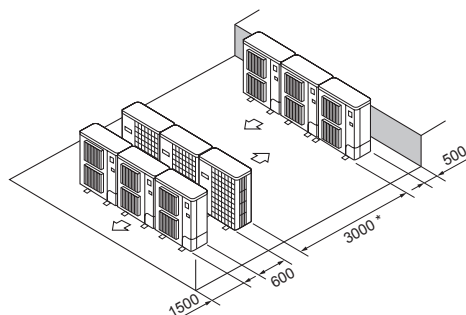

Fig. 2-18
- ⑥ Równoległa zabudowa więcej niż jednej jednostki zewnętrznej (Fig. 2-18)